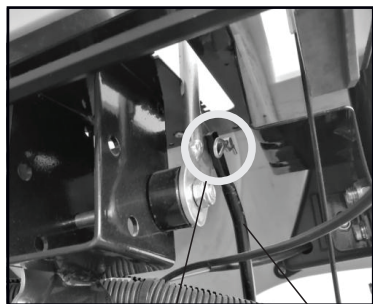

Рис. 3
- Вытащите управляющий стержень (рис. 3 А) из приборной панели.
- Переведите другую сторону управляющего стержня в отверстие на нижней части рычага переключения передач (рис. 3 D) и закрепите его на месте с помощью шплинта В.